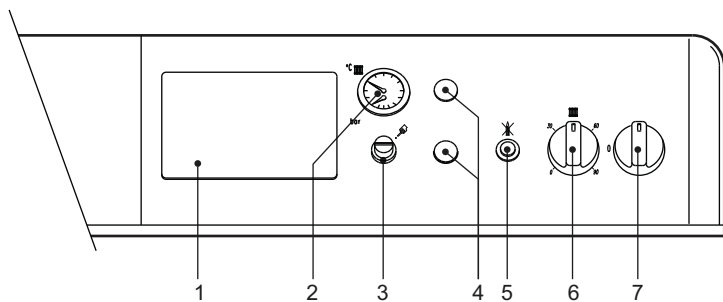

рис. 1 - Панель управления
- Переведите выключатель котла "7" в положение 1 (рис. 1).
Повернув рукоятку 6 на рис. 1 по часовой стрелке, температура воды в системе отопления повышается и наоборот. Температуру воды в системе отопления можно регулировать в пределах от 30° до 90°. Однако не рекомендуется эксплуатировать котел при температуре ниже 45°.
Задайте с помощью термостата температуры воздуха в помещении нужную температуру внутри помещения. При поступлении команды от комнатного термостата котел включается, обеспечивая нагревание воды в системе отопления до температуры, заданной регулирующим термостатом 6 д рис. 1. При достижении в помещении желаемой температуры котел выключается.